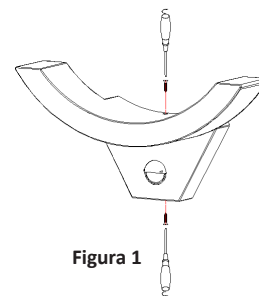

Figura 1
2. Svitare la vite nella parte inferiore e nella parte superiore della plafoniera e togliere il coperchio (vedi Figura 1).